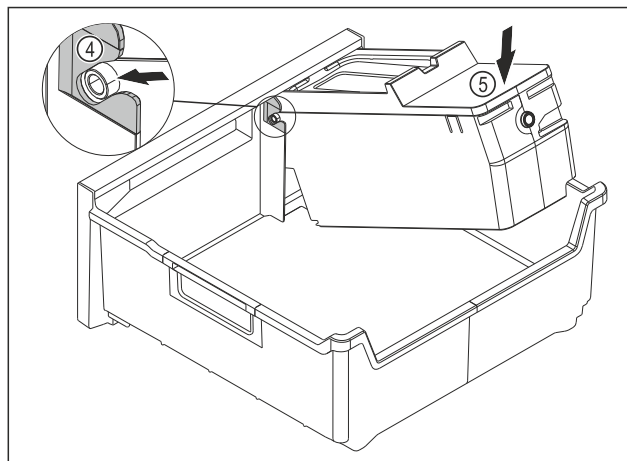

Fig. 90
- ▶ EasyTwist-Ice-Korpus montieren: Achsen des EasyTwist-Ice-Korpus in die Führungen Fig. 90 (4) einschieben.
- ▶ EasyTwist-Ice-Korpus Fig. 90 (5) hinten nach unten drücken.